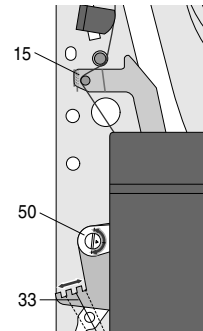

Fig. 27
- Bremsbandjustage (Pos. 50) so einstellen, daß der Hebel (Pos. 15) die Markierung auf dem Laufwerkträger gerade erreicht (Fig. 27).
- Durch umhängen der Feder (Pos. 33, Fig. 27) ist die Bremskraft des linken Wickeltellers auf 3,6...5,2mNm (36,5...52gcm) einzustellen.